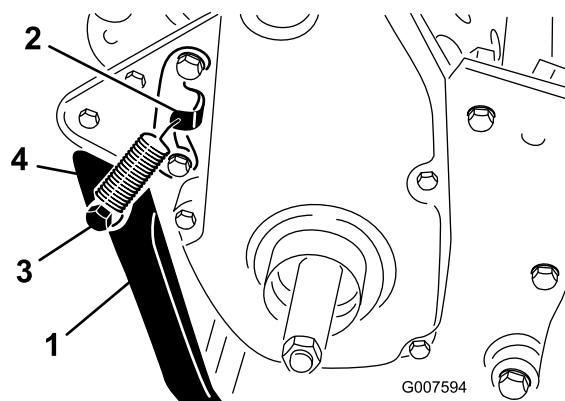

Bild 6
Ständer mit den Befestigungslöchern am Hinterrahmen aus (Bild 6).
3. Montieren Sie den Ständer an jeder Seite des Rahmens mit einer Schraube, einem Distanzstück, einer Flachscheibe und Sicherungsmutter (Bild 6).